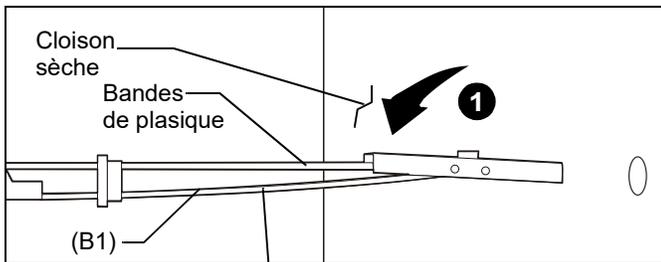

Figure 62
1. Tenez le conduit métallique à plat sur la cheville (B1) le long des bandes de plastique et faites glisser le conduit dans le trou. (Voir figure 62)